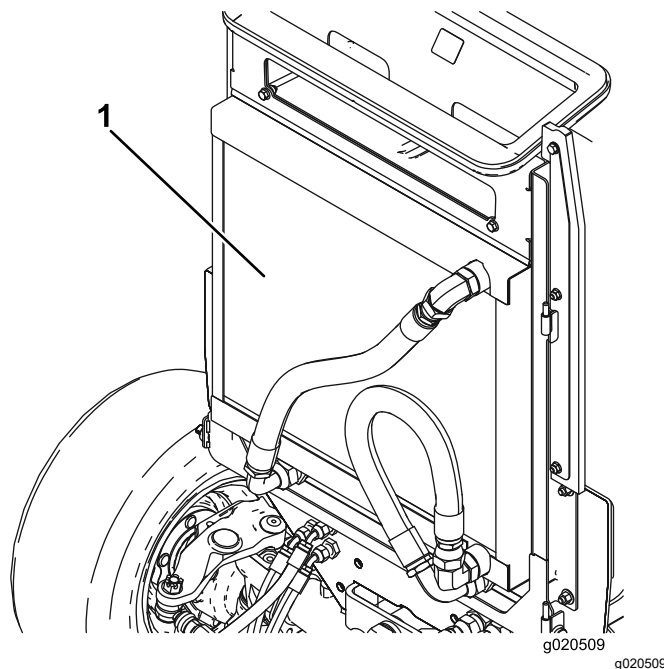

**Figura 85**
3. Sbloccate la griglia posteriore ed apritela (Figura 85).